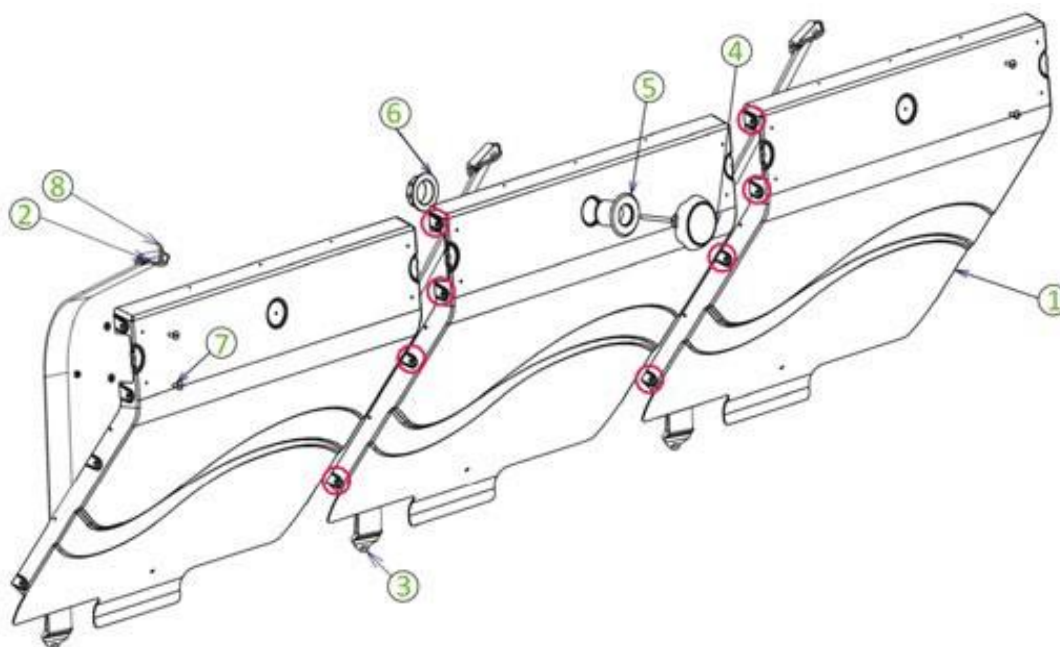

Figure 42 – Montage de la paroi de séparation et du projecteur
Les étapes de montage de la paroi de séparation et du projecteur sont illustrées à la Figure 42. La visserie nécessaire à ce montage se trouve dans le sachet Y.
Assemblez les trois modules (1) de paroi de séparation à l'aide de huit vis à tête hexagonale 8 x 20 en inox A4, et de huit écrous de diamètre 8 mm, en intercalant une rondelle de diamètre 8 mm de chaque côté de la paroi, soit un total de seize rondelles. Les emplacements de ces vis sur les parois sont signalés par huit cercles rouges à la Figure 42.